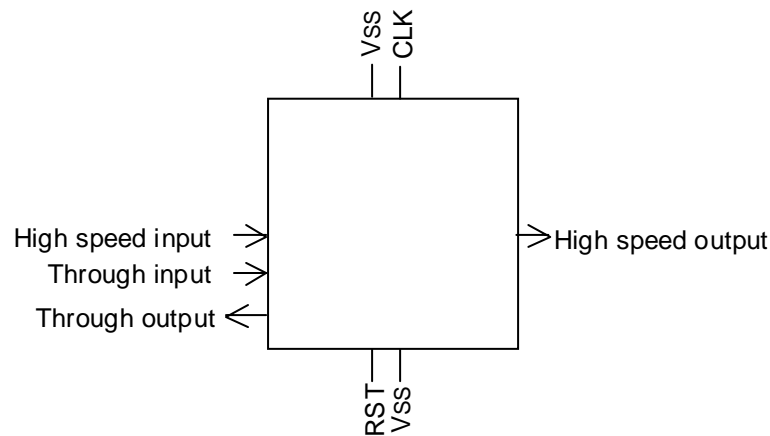

図 9-17 クリティカル信号配置例 1
- a) クロック系、リセット系などのノイズの影響を小さくする必要のあるピンは、出力ピンから離し電源ピンの近くに配置してください。(図 9-17)
- c) 高速で動作する入力、出力ピンは Chip (パッケージ) 辺中央付近に配置してください。(図 9-17)
- d) 特定の入力ピンから出力ピンまでの遅延値がお客さまの仕様に対し余裕がない場合には、これらの入出力ピンを近傍に配置してください。(図 9-17)